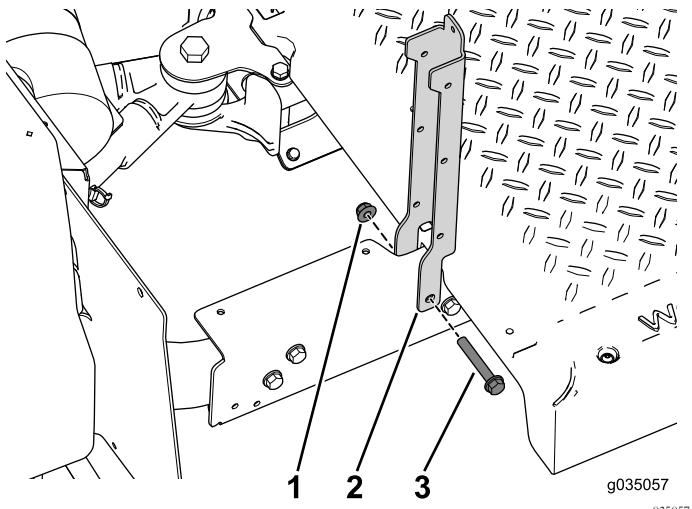

Рисунок 38
- С помощью двух болтов (3/8 x 2-1/2 дюйма) и фланцевых гаек прикрепите опоры сиденья к задней части автомобиля (Рисунок 38).